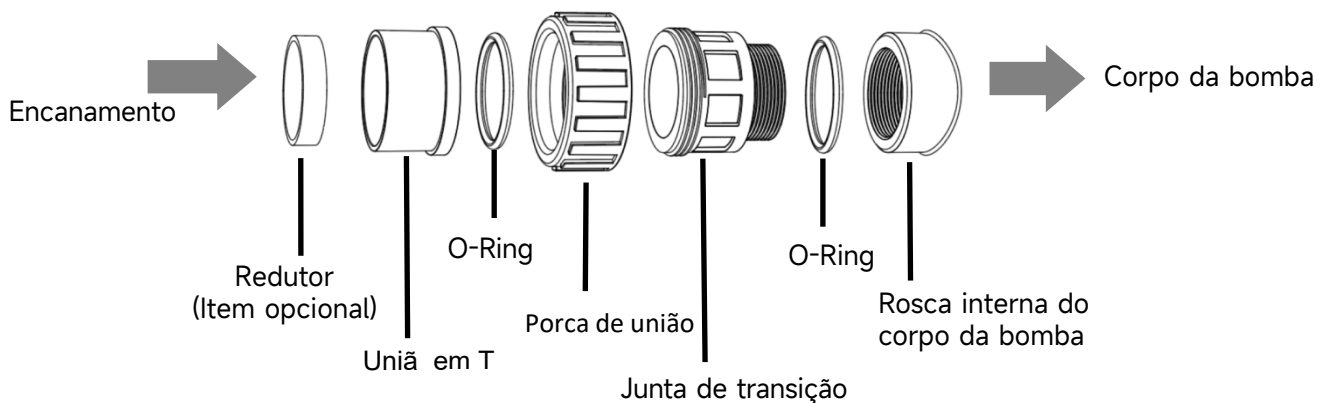

Figura 3 - Kit de união
- 3) Utilize o KIT DE UNIÃO fornecido pelo fabricante da bomba (consulte a Figura 3). Não utilize outras conexões para ligar a entrada/saída da bomba, pois as conexões podem não ser compatíveis e danificar corpo da bomba.